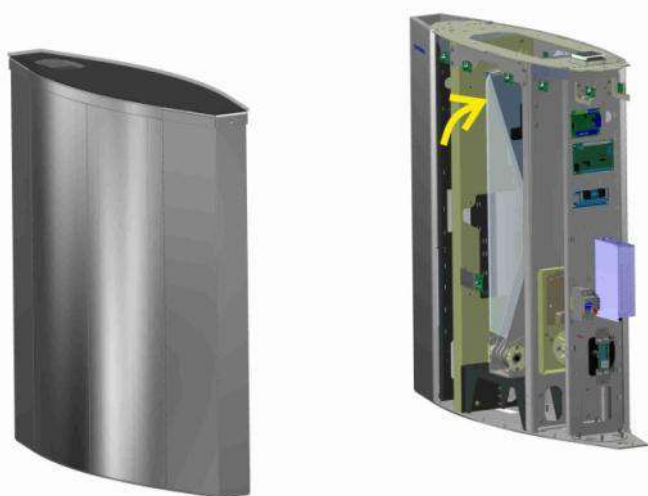

Рис. 21 – Створка турникета в нулевом положении (проход открыт)
- 3) Установить створку в нужное нулевое положение (Рис.21 и Рис.22);